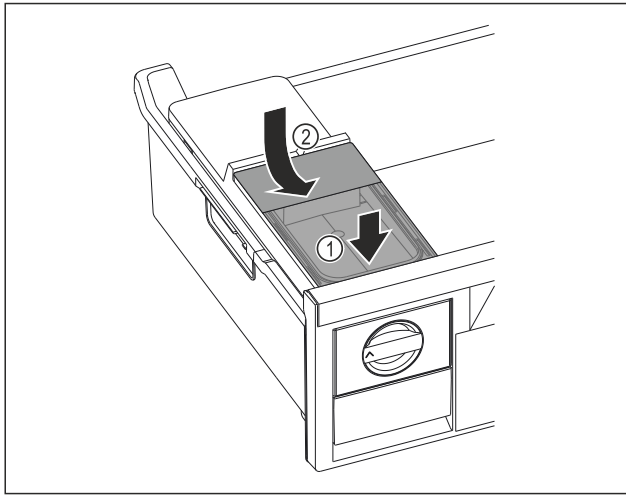

Fig. 153
- ▶ 放置水箱前部。 Fig. 153 (1)
- ▶ 放下水箱后部。 Fig. 153 (2)